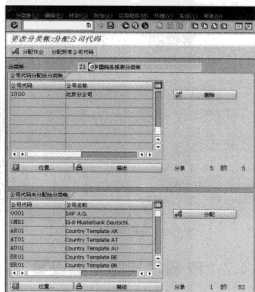

图 5-90 分配公司代码
STEP 3 在此可以选择对分类账属性进行更改,例如更改汇总表、评估方式、允许的分类账过账、写入行项目以及存储的货币等。同时还可以为分类账分配公司代码。单击“分配公司代码/公司”按钮,即可为该分类账分配公司代码,如图 5-90 所示。
STEP 5 在图 5-90 中单击“分配作业”按钮,弹出如图 5-92 所示的界面,从中可以为分类账分配对应的活动作业。